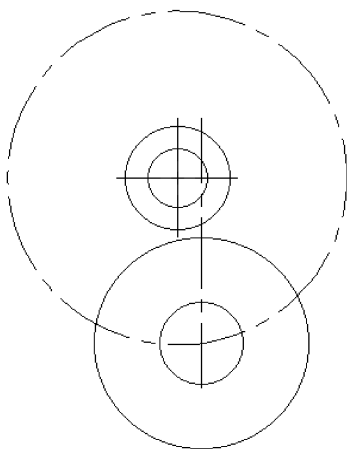

图 2-64 绘制 R18mm、R46mm 的圆
3) 绘制 R18mm、R46mm 的圆。改变线型为实线，单击圆按钮，在弹出的立即菜单中选择【圆心_半径】、【半径】和【无中心线】选项，以步骤 2) 中所确定的圆心为圆心，输入“18”，按回车键；输入“46”，按回车键，单击鼠标右键结束命令，操作结果如图 2-64 所示。